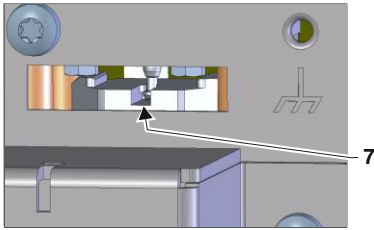

Abb. 29: Sichtkontrolle Ausrichtung Nut
- Ausrichtung der Nut von Kupplung, damit Kolbenstange ausgefahren werden kann → Abb. 29
- Ausrichtung der Nut von Kupplung, damit Kolbenstange eingeführt werden kann (Kennzeichnung 7 → Abb. 29.).
→ Abb. 29